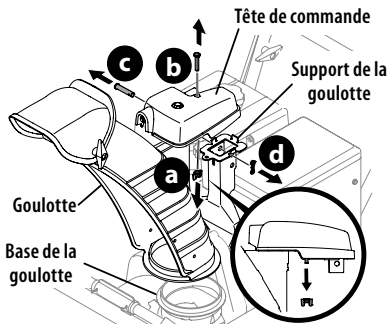

Figure 7
1. Retirez l'écrou papillon (a) et le boulon (b) qui se trouvent sur la tête de commande de la goulotte, puis retirez l'axe de chape (c) et la goupille fendue (d) du support de la goulotte. Placez la goulotte (face vers l'avant) sur sa base et son support. Voir (Figure 7).